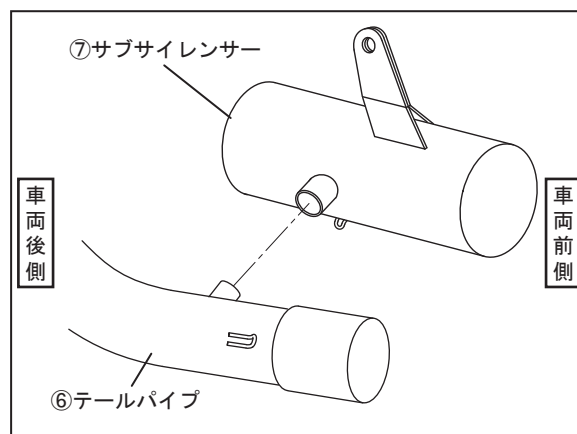

FIG. 10
11. ⑦サブサイレンサーを⑥テールパイプの連結管に取り付けて下さい。（FIG. 10参照）